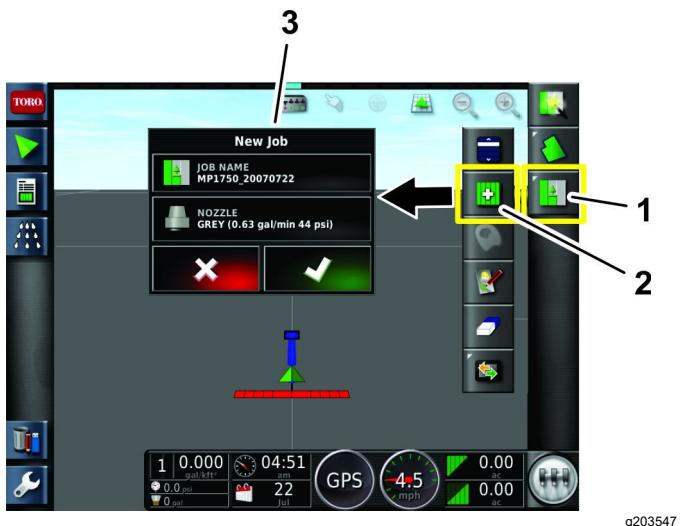

Figure 131
- Appuyez sur l'icône du menu des tâches en haut à droite de l'écran (Figure 131).
6. Entrez un nouveau nom pour la tâche ou conservez l'horodatage par défaut (Figure 131).